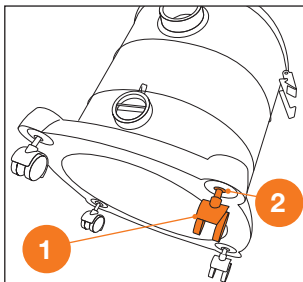

Рис. 3
1. На модели **DAVC 2514S** вставьте колёса **1** в посадочные отверстия **2** и нажмите их до упора (Рис. 3).